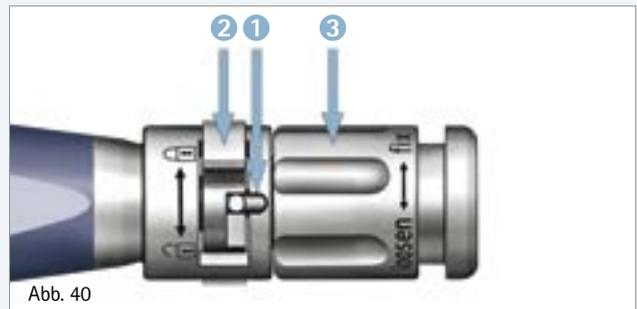

Abb. 40
Abkoppeln des Probeimplantats / Implantats vom Einsetzinstrument (Abb. 40–41)
- Drehmutter **3** gegen den Uhrzeigersinn drehen (in Richtung „loosen“), bis sich der Pin **1** vollständig im Fenster des Verriegelungsschalters **2** befindet (Abb. 40). Dabei darauf achten, dass Pin **1** nicht mit dem Verriegelungsschalter **2** verklemt.